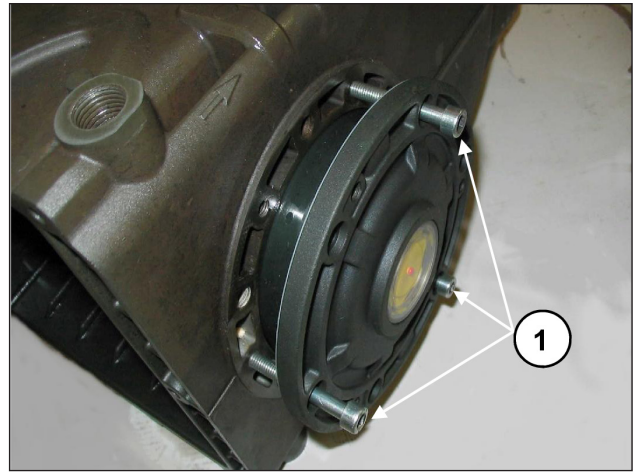

Fig. 8
Pour faciliter l'insertion du premier tronçon et l'insertion des couvercles sur le carter, utiliser 3 vis M6x40 partiellement filetées (Fig. 8, rep. ①) et terminer l'opération avec les vis fournies (M6x16).
Pour l'assemblage des deux couvercles latéraux au carter, utiliser 3 vis M6x40 pour une première phase d'orientation, comme décrit (Fig. 8), et les vis prévues pour la fixation finale. Le couple d'enroulement de l'arbre (avec des bielles reliées) ne devra pas dépasser la valeur de 8 Nm.